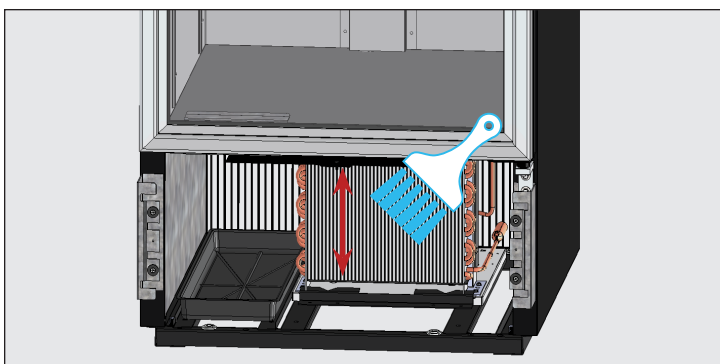

Figure 3. Ne brossez jamais perpendiculairement aux ailettes du serpentin.
3. Avec une brosse à poils raides, nettoyer soigneusement les débris accumulés sur les ailettes du serpentin de condenseur avant Voir fig. 3.